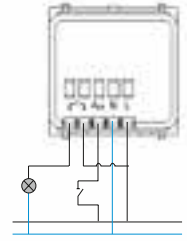

Рис. 3. Основная схема подключения
Подключение выполняется в соответствии со схемой, представленной на рис. 3.
1. Подключите устройство в соответствии с приведенной схемой. См. рис. 3, 4 и 5.